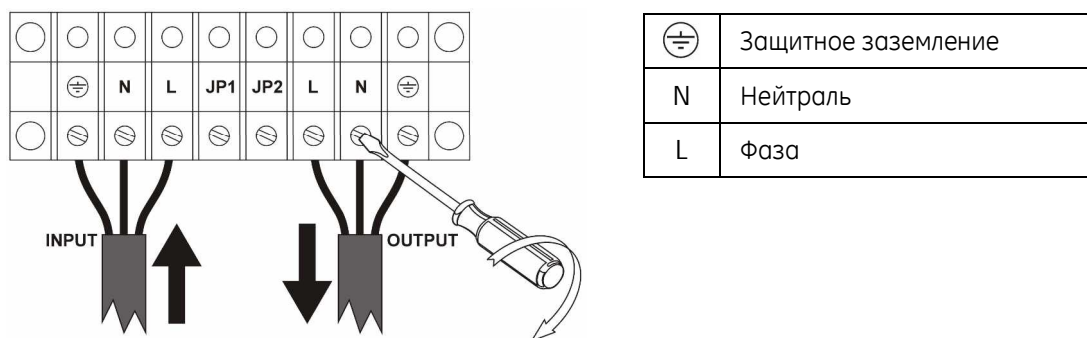

Рис. 3.3.5 Подключение входных и выходных кабелей к ИБП
- 3 Используйте кабель сечением 6мм² для подключения входа и выхода ИБП как показано на рис. 3.3.5.